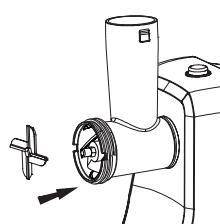

рис.5
- Выберите одну необходимую решётку (10 или 11) и установите её поверх ножа, совместив выступы на решётке с пазами в корпусе головки мясорубки (3), затяните гайку (12) (рис. 5, 6).